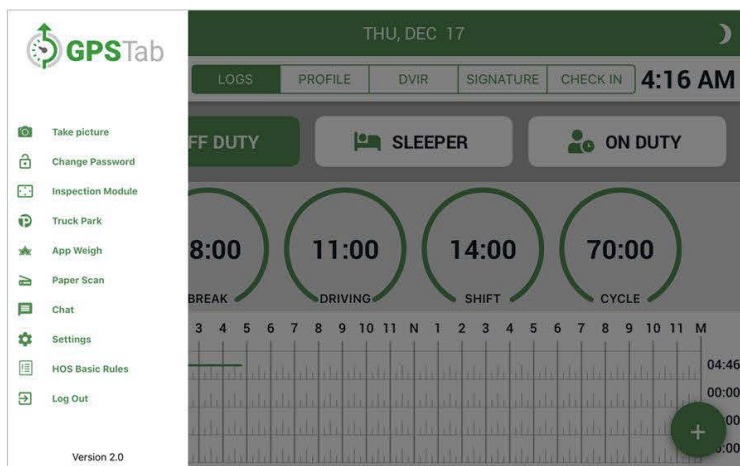

IMAGEN 19
1. Pulsa el ícono  en la esquina superior izquierda, o desliza el dedo desde el lado izquierdo de tu dispositivo hacia el lado derecho y selecciona “Módulo de inspección” (imagen 19).